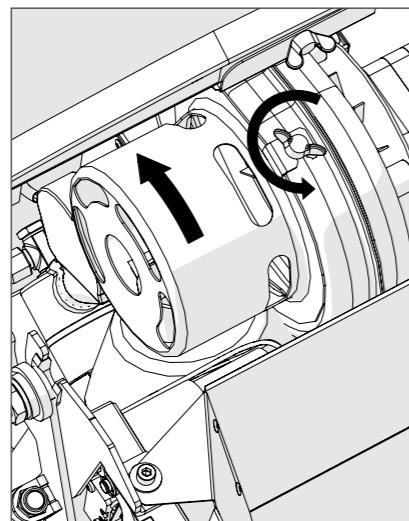

Abbildung 10
4. Lösen Sie die Schraube am Gebläseübergang (Abbildung 10).